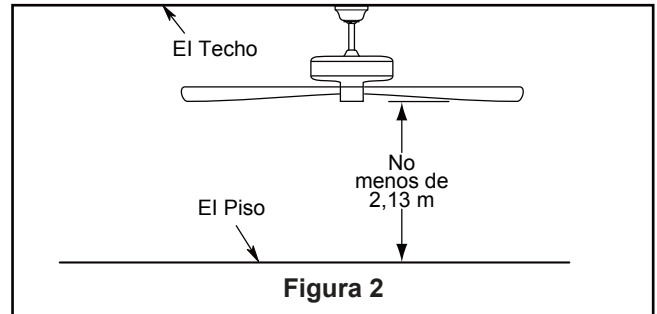

Figura 2
### Uso de perfil profundo (Figura 2)
2. Retire el clip de horquilla y pasador de horquilla de la parte inferior de la bola para colgar. Retener el pasador y clip para la reinstalación en el paso 4. (Figura 2)
Debe colgar el ventilador a una distancia mínima de 2,13 m desde las aspas hasta el piso. (Figura 2)
Para evitar una posible descarga eléctrica, asegúrese de cortar la alimentación eléctrica de la caja de fusibles principal antes de alambrado el ventilador. (Figura 2)
2. Coloque y ajuste firmemente la cubierta para el tornillo de la base sobre los tornillos de reborde de la abrazadera para colgar mediante el mecanismo de seguro por giro del chavetero. (Figura 2)
2. Instale la ensamble de la placa de iluminación en el soporte utilizando las dos ranuras principales de conexión. Vuelva a colocar el tornillo retirados previamente y asegure los tres tronillos. (Figura 2)
2. Restaure la fuente de alimentación de la toma de corriente enciendiéndola al fusible principal. (Figura 2)